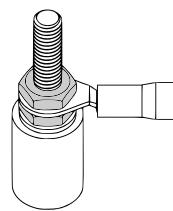

Рисунок 4.4 – Подключение соединительных проводов
- Подключить соединительные провода к контактам в коммутационной головке (см. рисунок 4.4). Схемы внутренних соединений проводников приведены в приложении B.
Во время проверки подключения соединительных проводов следует убедиться, что затянута нижняя и верхняя гайка (см. рисунок 4.4).